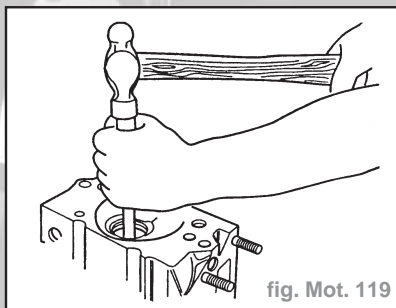

fig. Mot. 119
- Chasser le guide de soupape, la bague d'étanchéité radiale du siège de soupape et de la queue de soupape de la chambre de combustion, utiliser un outil approprié (fig. Mot. 119).